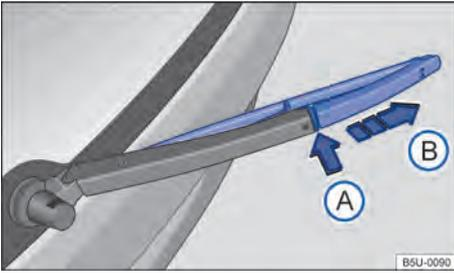

Fig. 132 Sustituir la escobilla limpiaparabrisas de la luneta trasera.
- Mantener la tecla de desbloqueo → fig. 132 \(A\) presionada y, al mismo tiempo, retirar la escobilla de los limpiaparabrisas en el sentido de la flecha.
- Retirar la escobilla del limpialuneta en el sentido de la flecha (B).